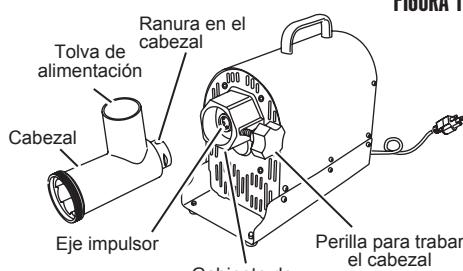

FIGURA 1
1. Asegúrese de que el molino de carne esté desenchufado. Inserte el cabezal en el gabinete de engranajes con la tolva de alimentación hacia arriba. Usted tendrá que alinear la ranura del cabezal con la llave ubicada dentro de la carcasa de engranajes. Asegúrese de que el cabezal esté totalmente asentada dentro del gabinete de engranajes (**FIGURA 1**).